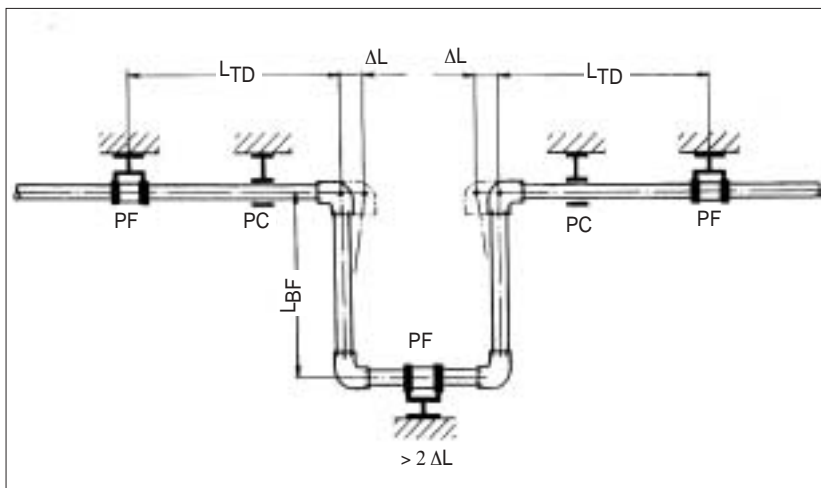

Fig.2
- Lyre de dilatation (Fig. 2),